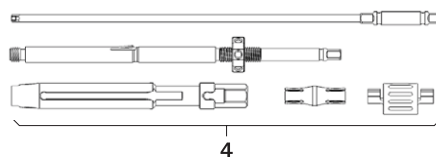

Рис. 9
- Установить рукоятку для репозиции 4, см. Рис. 9.